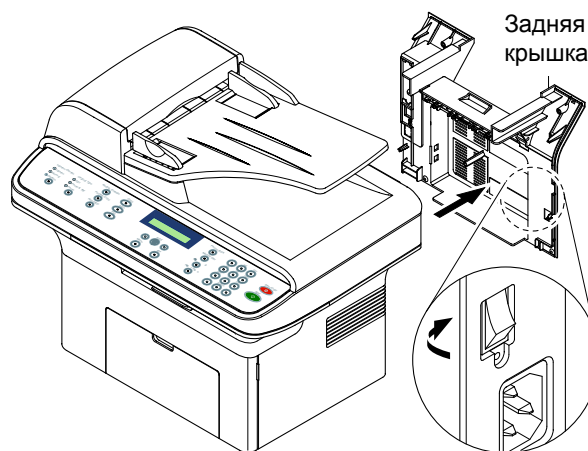

Рисунок 3
3. Для того чтобы снять заднюю крышку, убедитесь, что выключатель питания не застрял в задней крышке, рисунок 3.